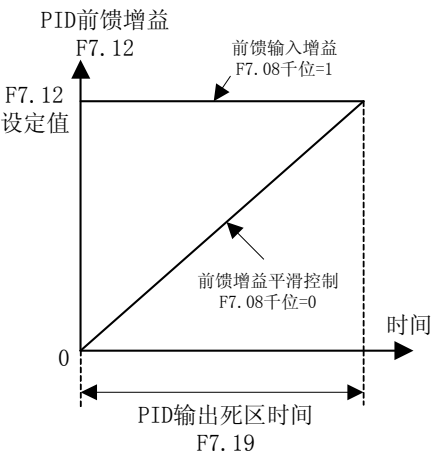

图 7-35 前馈给定增益 GFK 平滑控制
- F7.08 千位=0: PID 输出死区时间内，线性上升前馈输入增益 GFK，以使前馈给定信号平滑上升至当前给定值作为 PID 输出，如图 7-35 所示。